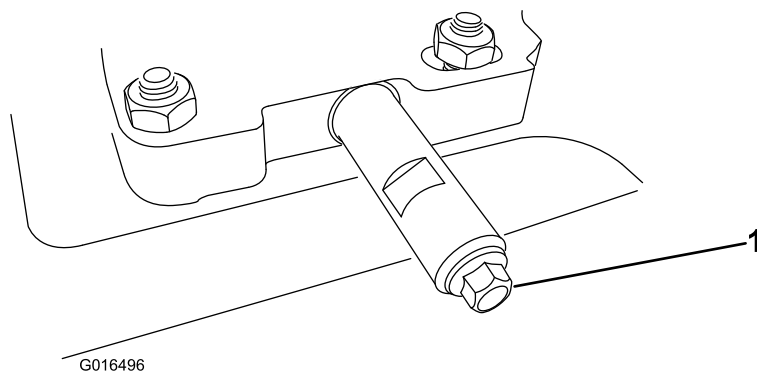

Рисунок 47
1. Очистите поверхность вокруг пробки для слива масла (**Рисунок 47**).